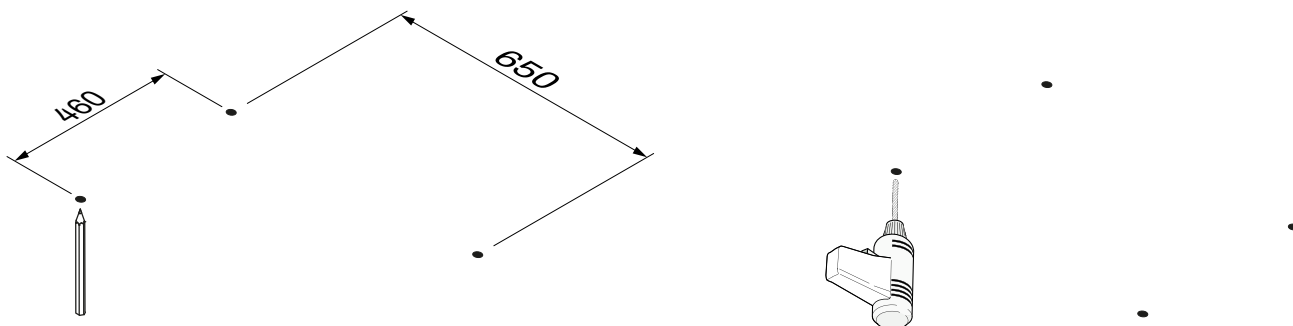

Abb. 1
1. Markieren Sie die Position der Löcher an der Decke und setzen Sie die entsprechenden Bohrungen (Abb. 1).